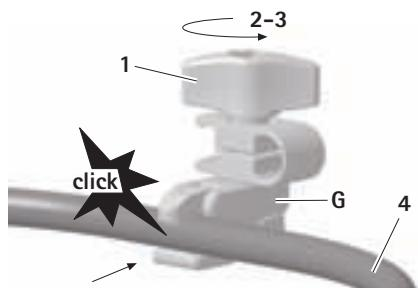

Fig. 6
- Klicka på infästningsklämman G på den önskade positionen på ramen 4 (BV814R/BV815R), se Fig. 6. Infästningsklämman G håller fast sig automatiskt i ramen 4.